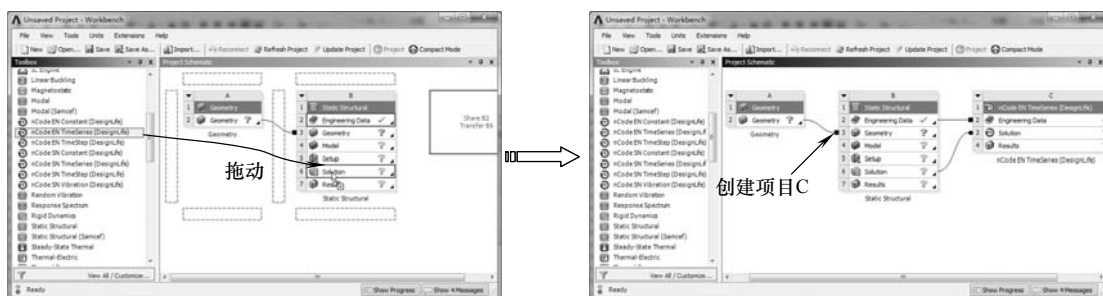

图 7-46 创建分析项目 C
5) 在【Toolbox (工具箱)】中【Analysis Systems】下的【nCode EN TimeSeries(DesignLife)】选项上按住鼠标左键，拖动到【Project Schematic (项目管理区)】分析项目 B 中的 B6 的【Solution】项上，当 B6 呈红色高亮显示时，释放鼠标创建分析项目 C，如图 7-46 所示。